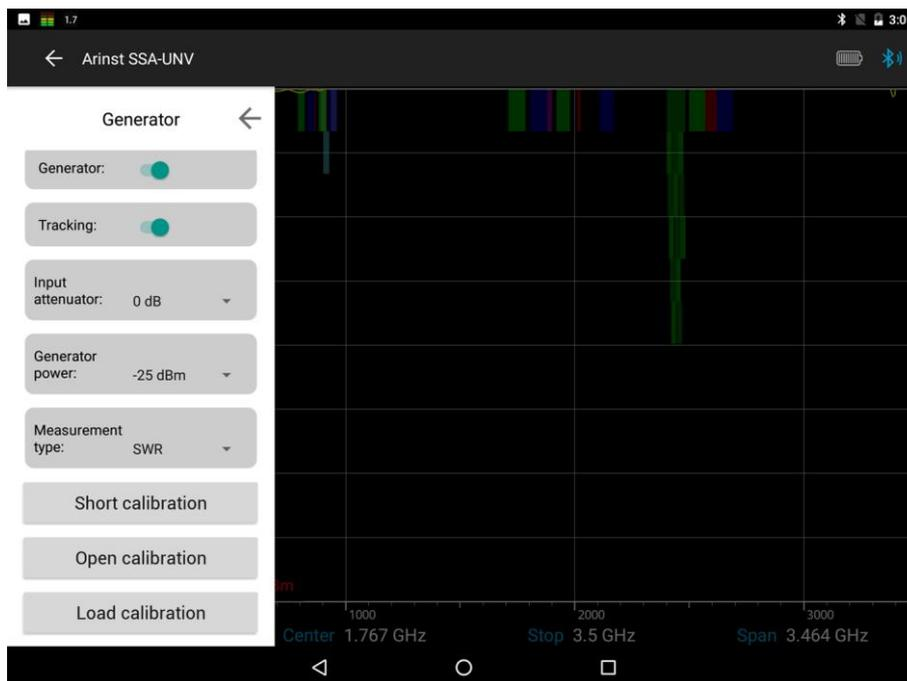

Рисунок 76 – Проведение калибровки в режиме SWR
- согласованную нагрузку и нажмите команду **Load calibration**, рисунок 76.